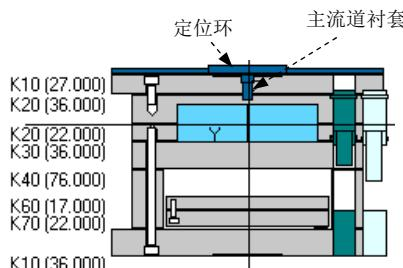
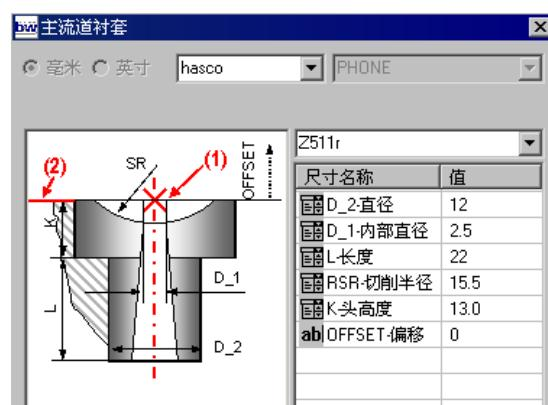

图 31.50 定义主流道衬套
图 31.51 “主流道衬套”对话框
Step1. 定义主流道衬套。在“模架定义”对话框中右击图 31.50 所示的主流道衬套，此时系统弹出图 31.51 所示的“主流道衬套”对话框。定义衬套型号为 Z511r；在 ab OFFSET 偏移文本框中输入值 0，然后单击 按钮。
Step2. 定义定位环。在“模架定义”对话框中右击图 31.50 所示的定位环，此时系统弹出“定位环”对话框。定义定位环型号为 K100；在 HG1 高度下拉列表中选择 11；在 DM1 直径下拉列表中选择 100；在 ab OFFSET 偏移文本框中输入值 0，然后单击 按钮。